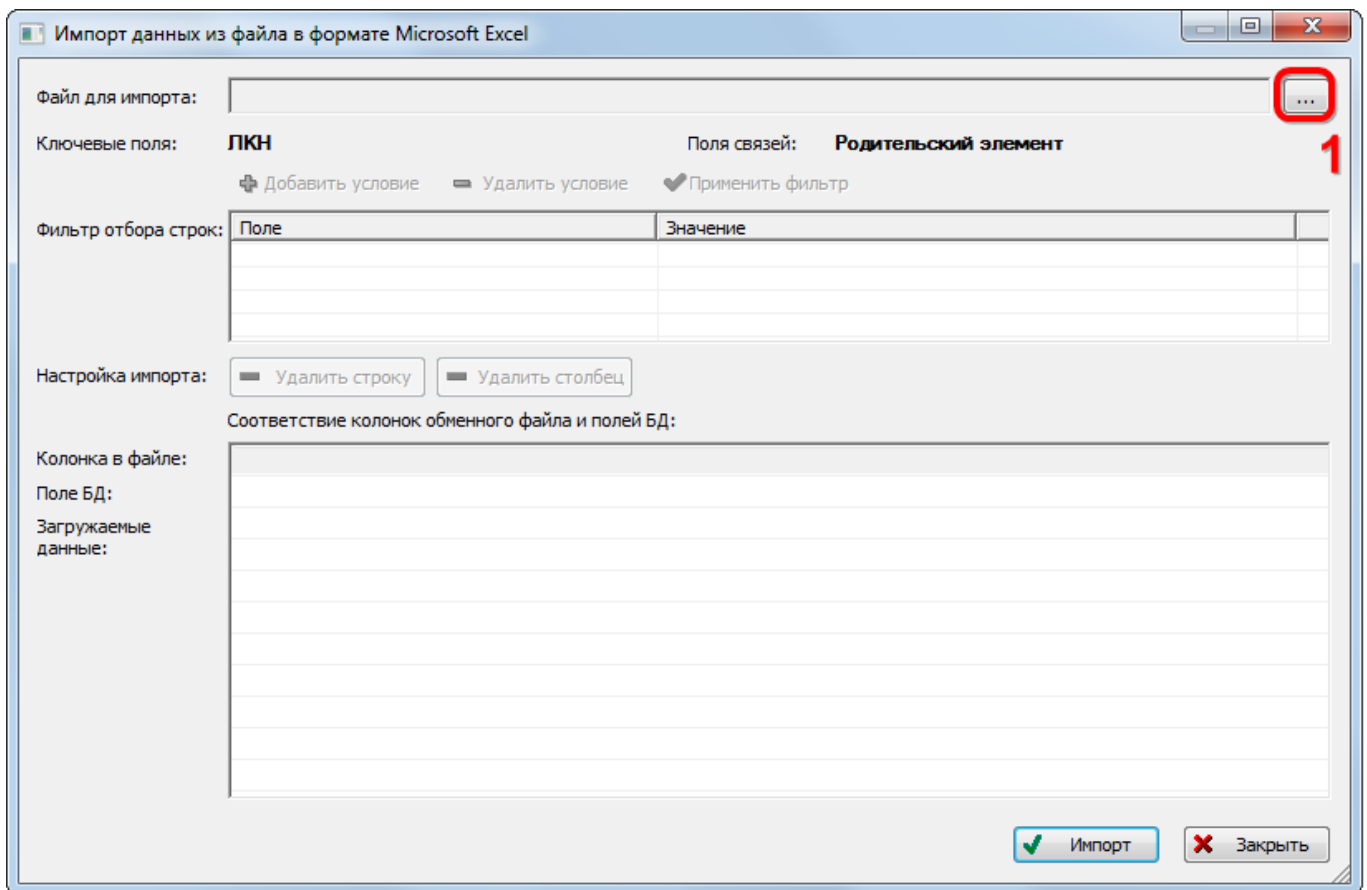

Рис. 10-84 – Окно импорта из файла Excel
В результате откроется окно «Импорт данных из файла в формате Microsoft Excel» (рис. 10-84). Описание назначения полей данного окна приведено в пункте 5.4.6 «Панель «Импорт/экспорт»», стр. 61.
3) Нажать кнопку «Выбрать файл на локальном диске» (1 на рис. 10-84). Откроется стандартное диалоговое окно «Открыть» – выбрать нужный файл и нажать кнопку «Открыть».